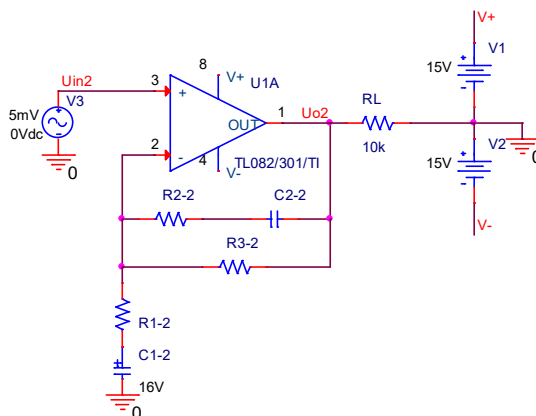

Fig. 3.2. Schema utilizată în simularea Spice a circuitului de corecție NAB
Circuitul utilizat în simulare este reprezentat în fig. 3.2:
- La intrarea circuitului din fig. 3.2 se aplică semnal de la o sursă de c.a. (VAC, amplitudinea 5mV) și se efectuează o analiză de c.a. (AC Sweep/Noise: Start Frequency=1, End Frequency=1Meg, Points/Decade=11).